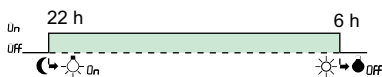

Рис. 3.
- Після завершення цього етапу IC Astro розрахує час сходу і заходу сонця і запропонує програму за замовчуванням (робота від заходу до сходу сонця). (див. Рис. 3).